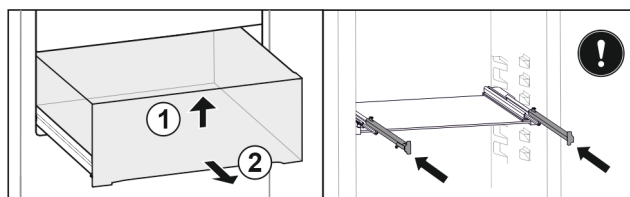

Fig. 22
- 抬起抽屉前部。 Fig. 22 (1)
- 朝前取出抽屉。 Fig. 22 (2)